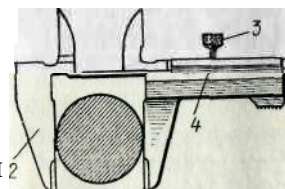

Рис.2
2. *Штангенциркуль* (рис. 2) имеет линейку со шкалой 1, нониус со шкалой 4. Измеряемый предмет помещают между ножками штангенциркуля 2 так, чтобы предмет был слегка зажат, и закрепляют нониус винтом 3.
По шкале линейки отсчитывают целое число миллиметров до нуля нониуса (первого деления). Затем тщательно определяют, какое деление шкалы нониуса точно совпадает с некоторым делением шкалы линейки. Это деление шкалы нониуса соответствует десятым долям миллиметра. Показания штангенциркуля на рис.2 31,6 мм.